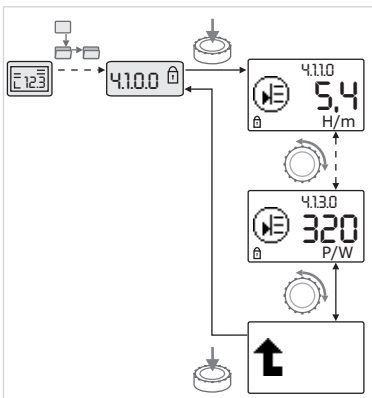

Fig. 33: Solicitud de información
- Girando el botón blanco se accede a elementos de menú del tipo "Información" del submenú actual (véase Fig. 33). Para obtener una explicación de los ajustes representados por símbolos, véase la tabla del capítulo 8.7 "Referencia de elementos de menú" en la página 169.